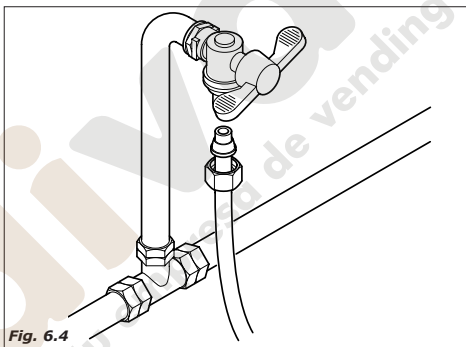

Fig. 6.4
- conecten el grifo al distribuidor, utilizando para ello un tubo en nylon apto para alimentos y que pueda soportar la presión de red. Si se utiliza un tubo flexible hay que montar en su interior el casquillo de refuerzo con el equipo (Fig. 6.4).